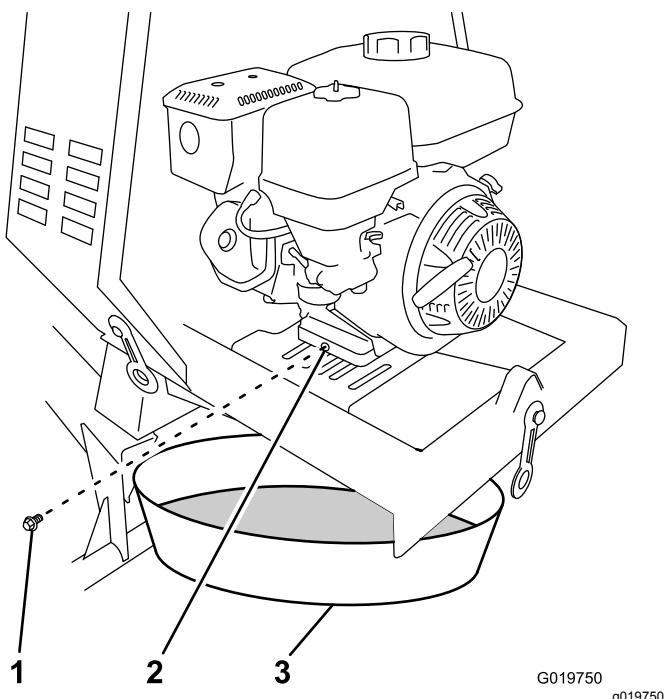

Figura 46
- Coloque un recipiente debajo del orificio de vaciado de aceite del motor (Figura 46).
- Retire el tapón de vaciado y recoja el aceite en el recipiente (Figura 46).
- Cuando se haya drenado completamente el aceite, coloque el tapón de vaciado con una arandela nueva (Figura 46).